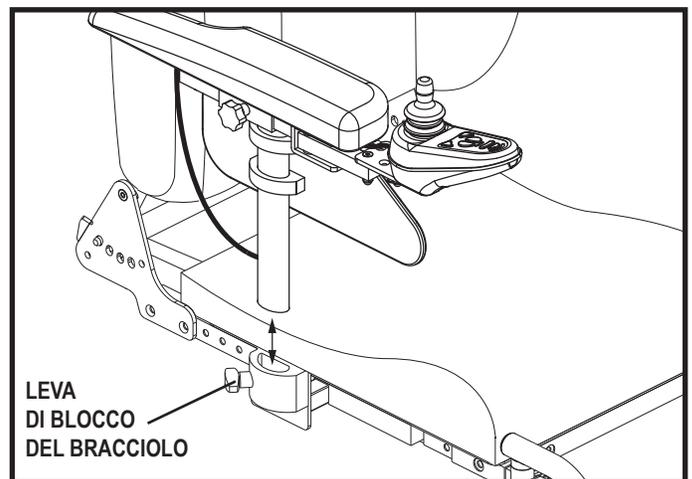

Figura 17. Regolazione dell'altezza della parte superiore del bracciolo
1. Estrarre la leva di blocco del bracciolo. **Vedere la figura 17.**